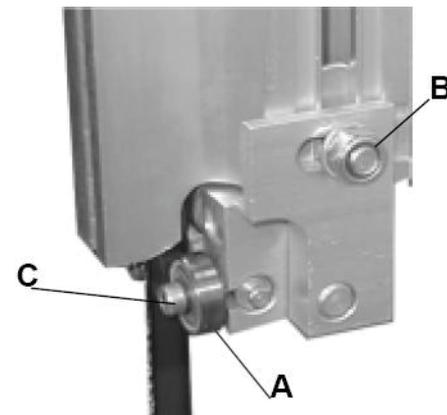
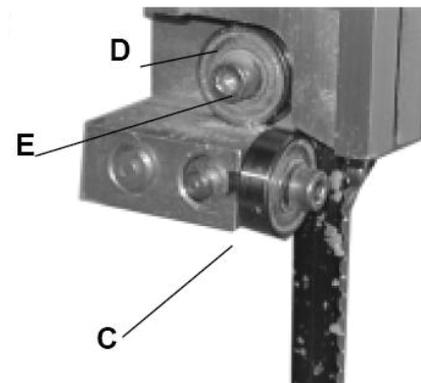

Рис. 20
Рис. 21
- Установіть роликіві напрямні (A) (Рис. 20) відносно полотна, відкрутивши шестигранну гайку (B) (Рис. 20) та рухаючи підпору напрямної до тих пір, доки роликіві напрямні (B) не будуть знаходитися на відстані 2 мм від основи зуба.
- Послабивши гвинт (C) з обох боків полотна, встановіть роликіві напрямні (A) на відстані 5 мм від полотна. Не встановлюйте напрямні занадто близько, це може знизити експлуатаційні роботи полотна.
- Відрегулюйте підпорний підшипник (D) (Рис. 21), аби спинка полотна не заважала відкручувати кріпильний болт (E) (Рис. 21).
- Після регулювання зафіксуйте положення кріпильним болтом (E).